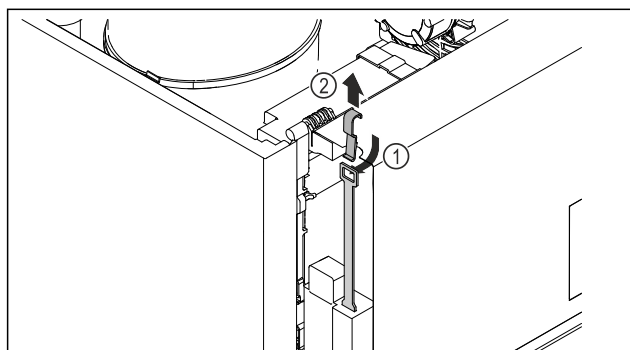

Fig. 248
- Notentriegelungsschlüssel Fig. 248 (1) von oben einschieben, am Schloss einhaken und nach oben Fig. 248 (2) ziehen.